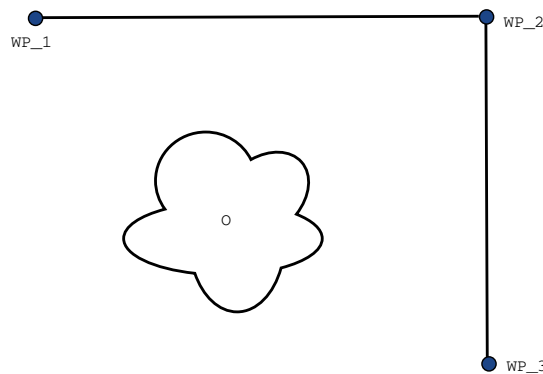

Figura 14.2: WP_1: posición inicial, WP_2: punto de la ruta, WP_3: posición de recogida, O: obstáculo.
Ejemplo Tomemos como ejemplo una aplicación de carga y descarga (consulte figura 14.2), en la que el robot se encuentra en ese momento en el punto de paso 1 (WP_1) y necesita recoger un objeto en el punto de paso 3 (WP_3). Para evitar colisiones con el objeto y otros obstáculos (O), el robot debe aproximarse a WP_3 en la dirección procedente del punto de paso 2 (WP_2). Por ello, se introducen tres puntos de paso para crear una trayectoria que cumpla estos requisitos.